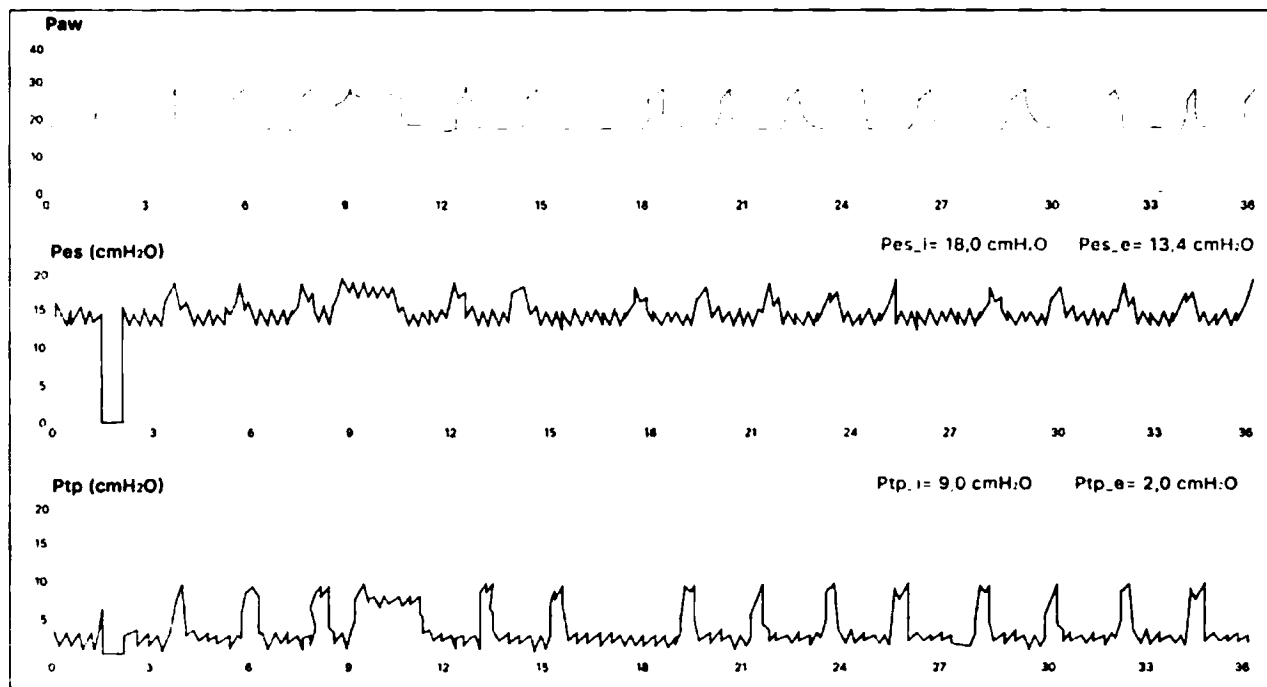

Рисунок 8.9 – Экран «Транспульмональное давление»
- На аппарате выберите экран «Транспульмональное давление» (см. рисунок 8.9). Установите максимальное значение шкалы кривой по времени.
7 Выполняйте мониторинг транспульмонального давления Ptp (см. рисунок 8.9).